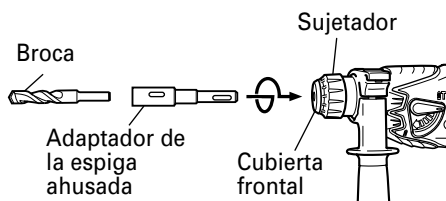
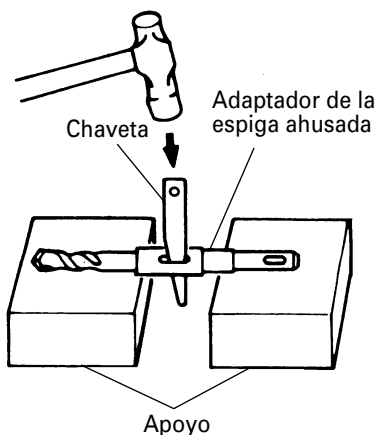

Fig. 23
Fig. 24
- (1) Montar el adaptador de la espiga ahusada en el martillo perforador a batería (Fig. 23).
- (2) Montar la broca (espiga ahusada) en el adaptador de la espiga ahusada (Fig. 23).
- (3) Poner el interruptor en la posición de encendido (ON), y taladrar un agujero de la profundidad especificada.
- (4) Para quitar la broca (espiga ahusada), insertar la chaveta en la ranura del adaptador de la espiga ahusada y golpear la cabeza de la chaveta con un martillo. Usar apoyos como se muestra en la Fig. 24.